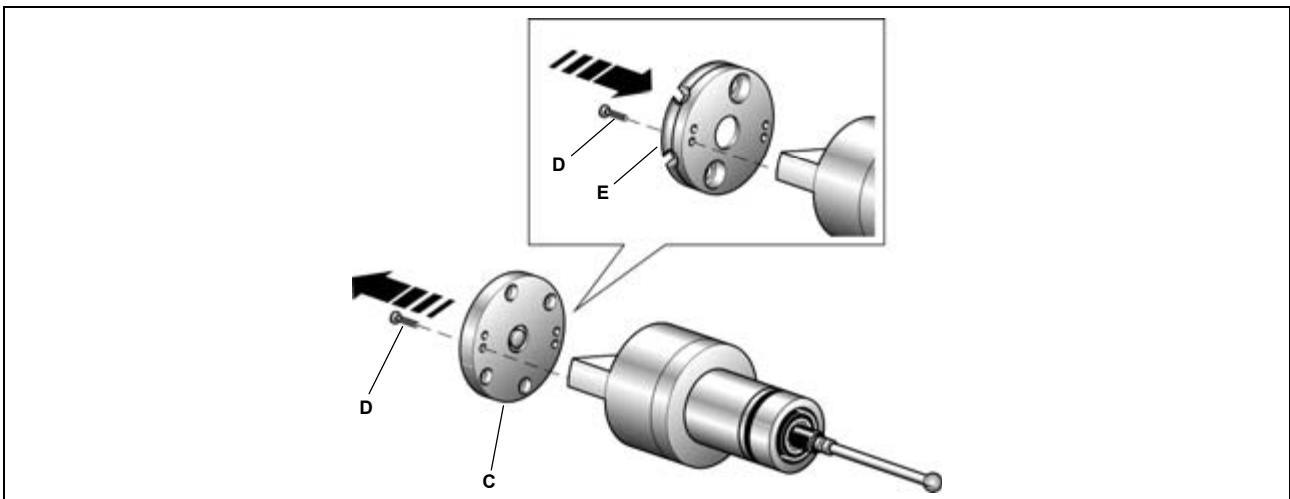

Abbildung 12-2
4. Am Kegel zwei Gewindebohrungen M4x8 (**F**) anbringen, siehe Auschnitt in Abb.12-2